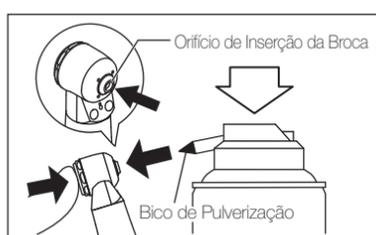

Fig. 7
- 2) Lubrifique o sistema de fixação diretamente pelo orifício de inserção da broca (Fig. 7).
- 3) Lubrifique a peça de mão com NSK PANA SPRAY Plus (Fig. 7) ou com o sistema NSK de lubrificação e limpeza automática da peça de mão.